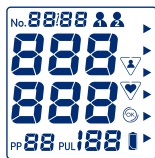

Bild 1
- Das Gerät durch Drücken auf die Start/Stop-Taste einschalten. Folgendes Display wird sichtbar (Bild 1):